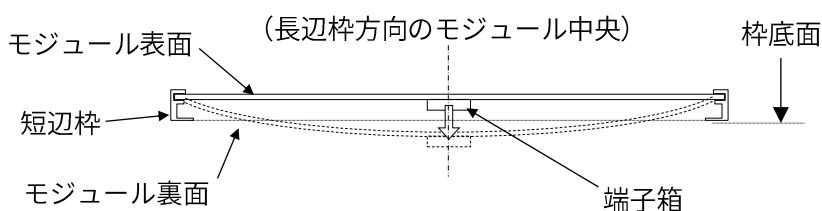

図3. モジュールのたわみ模式図 (側面)
- ・ 太陽電池モジュールはモジュール表面への荷重負荷により、図3のように凹状のたわみが生じます。その際、モジュール裏面や端子箱が架台や屋根などに接触すると破損する恐れがありますので、当該部分には十分な隙間を確保してください。